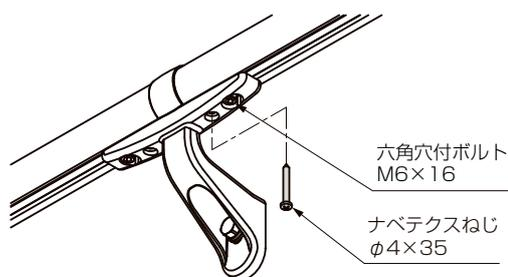

図5-8
- 壁付調整ブラケットの残った穴2つの内、どちらか取付けやすい方を選んでねじ止めしてください。(図5-8)